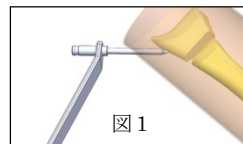

図1
- ピンガイドにトロカールを装着した状態で創内に挿入する(図1)。